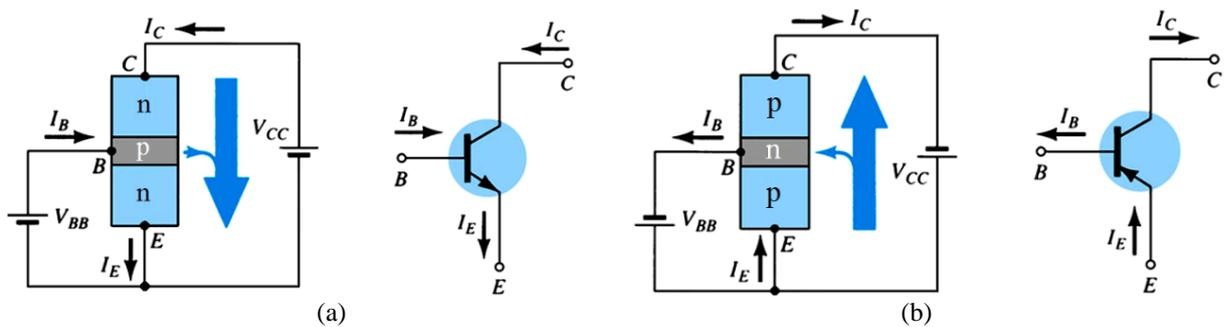

Figura 2.28 – (a) TJB npn e (b) TJB pnp na configuração EC (Boylestad e Nashelsky, 2004).
2.3 – Configuração Emissor Comum (EC)
A configuração EC para o TJB é, na prática, a mais utilizada. O emissor (E) é o terminal comum com relação aos terminais de entrada e saída. Na Figura 2.28 vê-se o esquema de um TJB npn (notação e símbolo), com as fontes V_{BB} e V_{CC} polarizando-o para a operação na região ativa (amplificação linear).